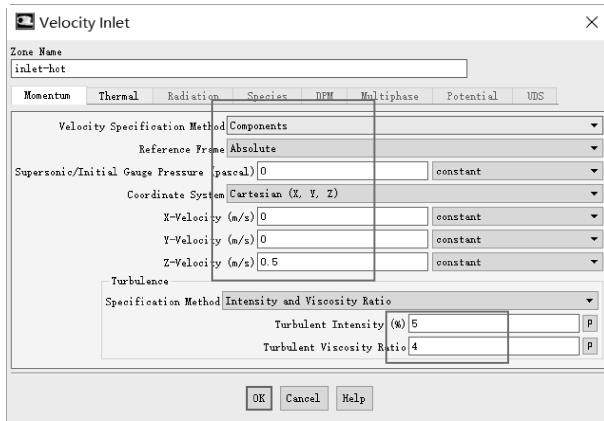

图 11-126 设置热水入口边界
(2) 单击【Zone】→【inlet-hot】→【Type】→【velocity-inlet】→【Edit...】，从弹出的对话框中依次设置【Velocity Specification Method】= Components，Z-Velocity (m/s) = 0.5，【Turbulent Viscosity Ratio】= 4，【Thermal】→【Temperature (c)】= 100，其他默认，单击【OK】关闭窗口，如图 11-126 所示。